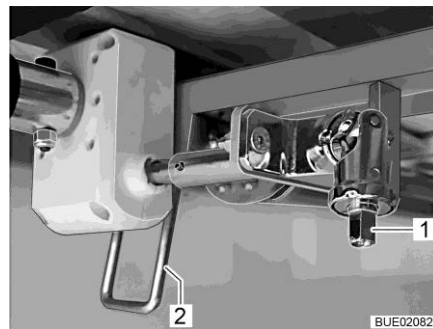

Fig. 150 Réglage en hauteur
- Enfoncer la manivelle sur le tenon (Fig. 150,1).
- Faire pivoter le levier (Fig. 150,2) vers le bas en position verticale.
- Faire pivoter le levier (Fig. 150,2) vers le haut en position horizontale.